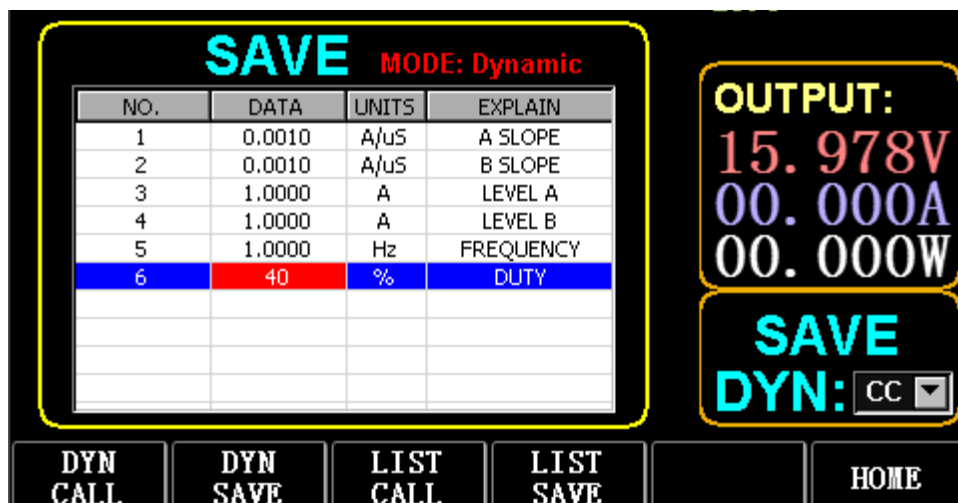

Fig. 3.1 DYN CC
Selecione (FS) Dynamic para aceder à interface, conforme ilustrado na Fig. 3.1.